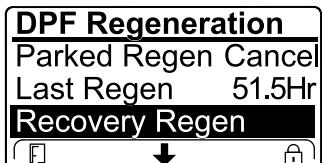

Figura 48
- Si el ordenador del motor no ha solicitado una regeneración de recuperación y se desplaza hasta la opción RECOVERY REGEN (Regeneración de recuperación), la regeneración de recuperación se bloquea y aparece el ícono del candado (Figura 48) en la esquina inferior derecha del InfoCenter.